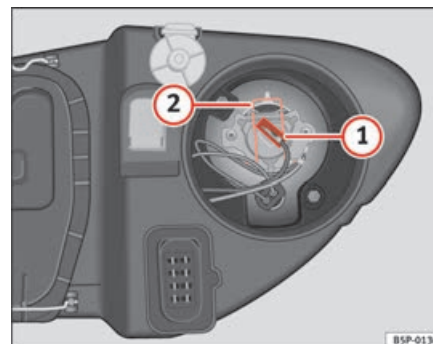

Fig. 191 Máximos
- Retirar o conector ⇒ fig. 191 ① da lâmpada.
- Prima a mola de fixação ⇒ fig. 191 ② pressionando-a para dentro e para a direita.